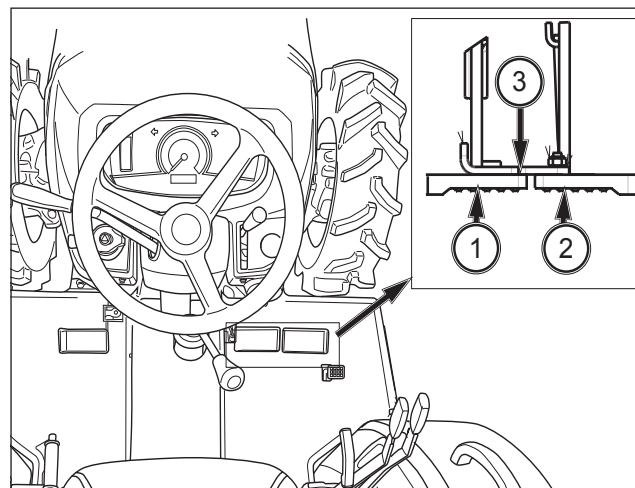

FIG. 48
FIG. 48 : la pédale de frein gauche (1) et la pédale de frein droite (2) commandent indépendamment les freins des roues gauche et droite respectivement, pour faciliter les virages.